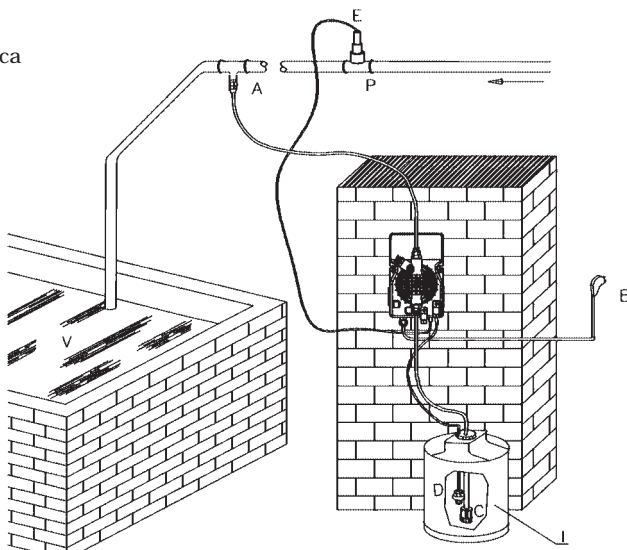

Fig. 14
6.2 - INSTALAÇÃO TÍPICA (Fig. 14)